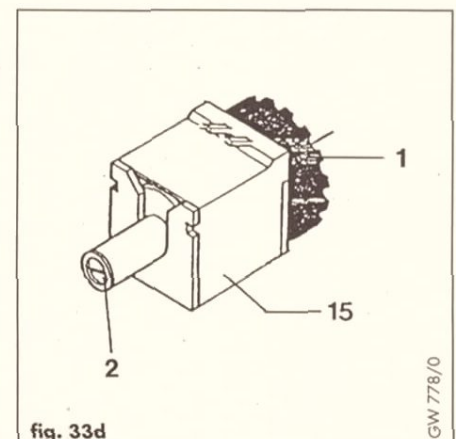

fig. 33d
- Agire sulla rotella di regolazione (1, fig.33d) posta dietro il magnete di modulazione.
- c) Staccare i cavetti dell'alimentazione elettrica dal magnete di modulazione (15, fig. 33d).
- e) Agire sulla vite (2, fig.33d) per modificare la quantità di gas.